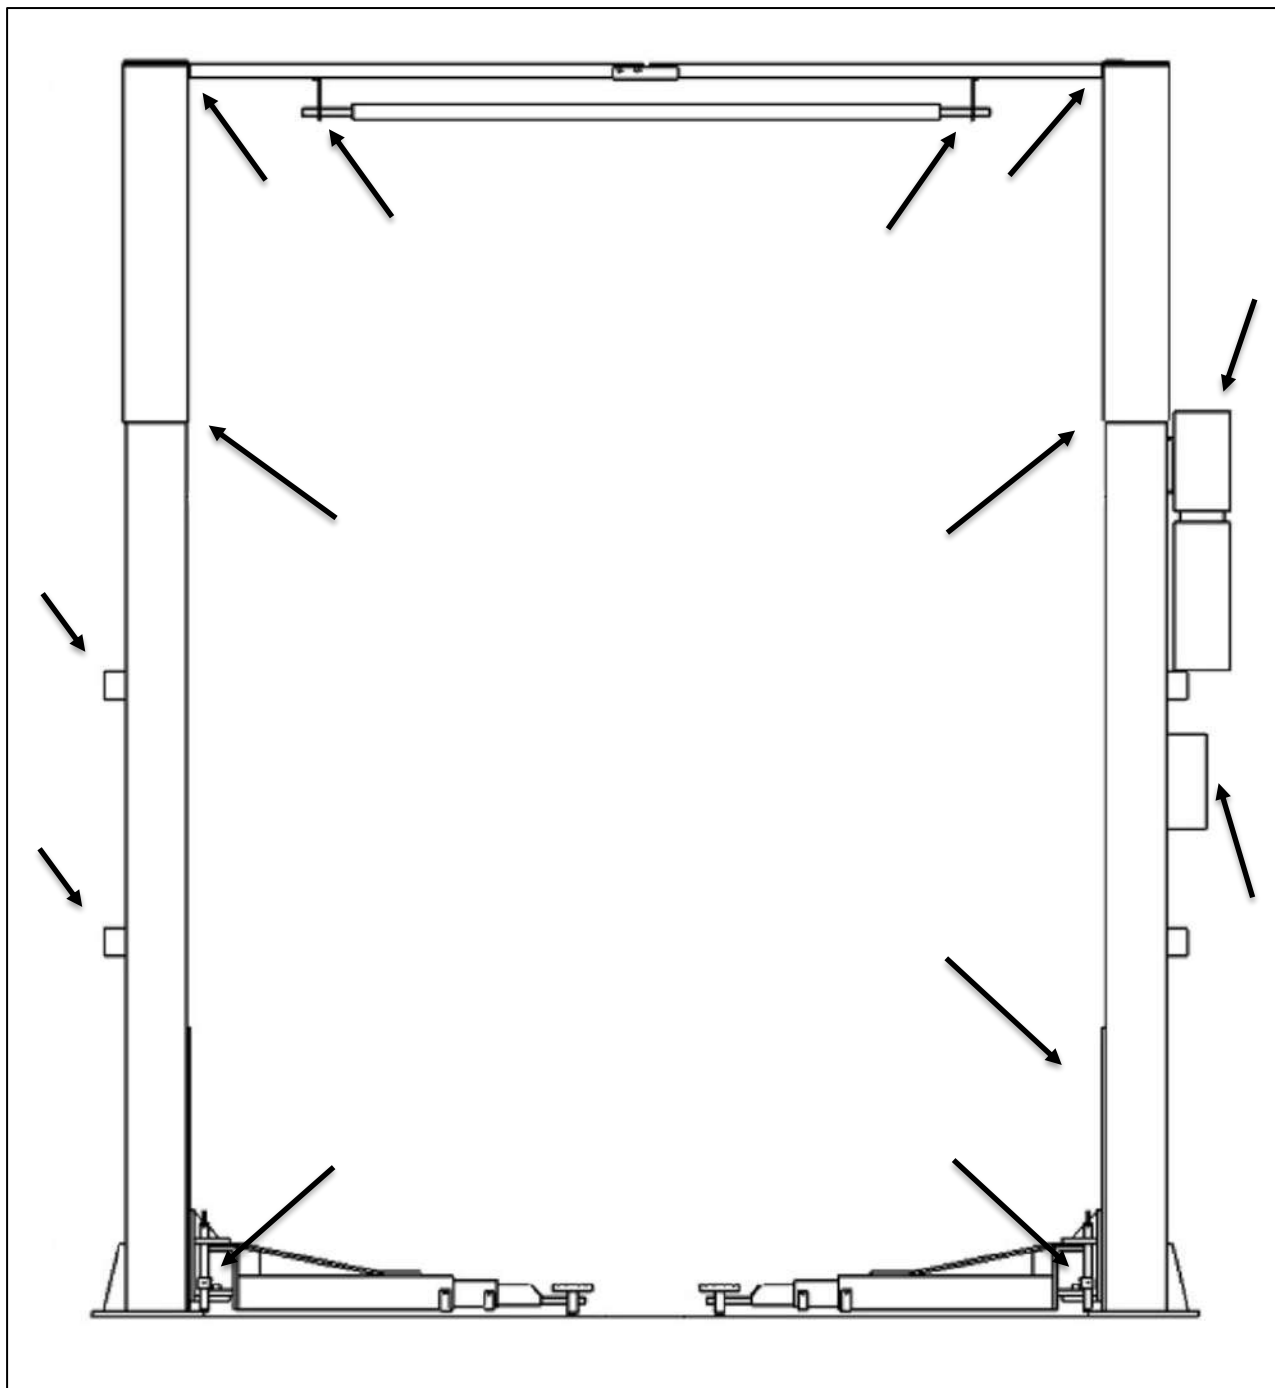

Fig. 36 - Tjek ved årlig vedligeholdelse af maskinen
6.4 Årlig vedligeholdelse (visuel oversigt fig. 36)